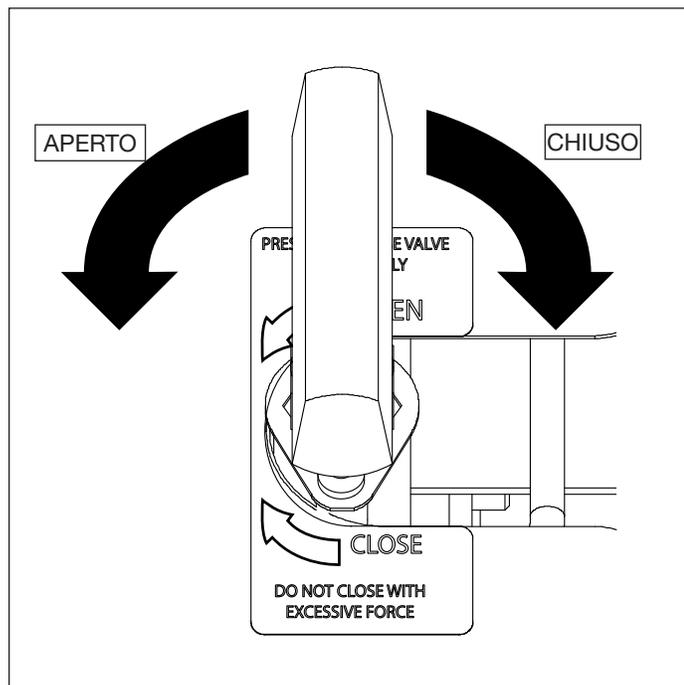

Figura 4, Valvola per il rilascio manuale della pressione
1. Ruotare in senso antiorario (posizione aperta) la leva della valvola manuale di scarico. Fare riferimento alla figura 4.
2. Accertarsi che il manometro indichi zero (0) bar/psi.